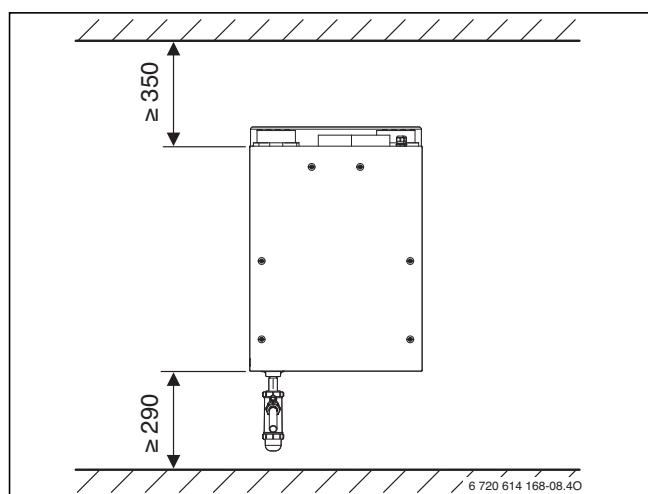
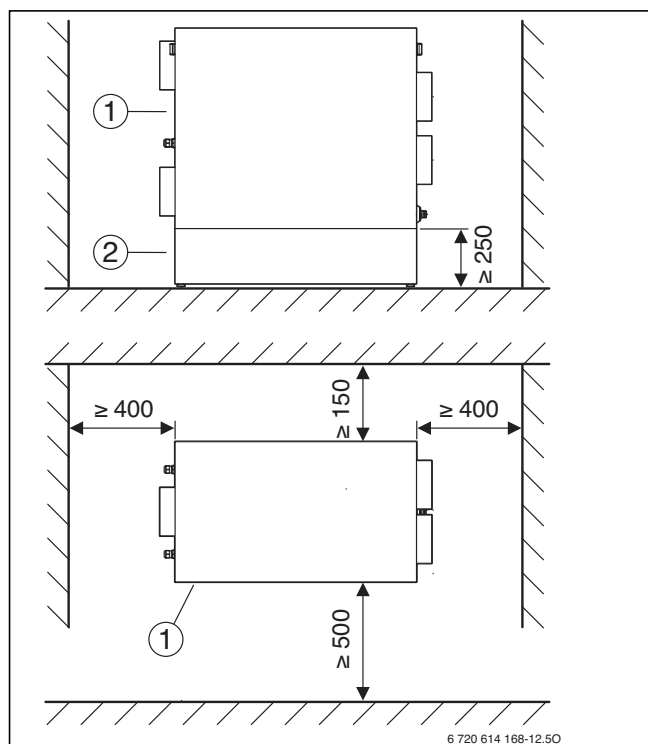

Bild 19 Mindestabstand bei der Gerätemontage LP 150-1
Bild 20 Mindestabstand bei der Gerätemontage LP 250/LP 350
- ▶ Mindestabstände zu Wänden, Decke und Boden beachten (→ Bild 19 bzw. Bild 20). Der Mindestabstand vor dem Gerät beträgt 500 mm.